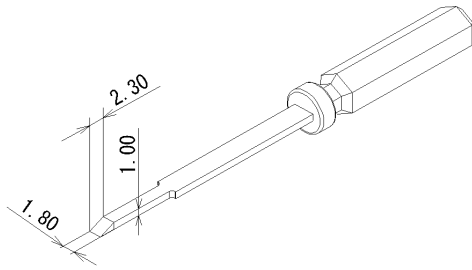

図7. フロントホルダ・カバー抜き治具 (49YA000042)
- 1) カバー抜き治具(図7参照)を図9の治具挿入箇所へ挿入します。
- 1) カバー抜き治具(図7参照)を図10に示すロック部に挿入します。
- 1) 下記に記すフロントホルダの解除位置○ マーク（詳細）を確認し、フロントホルダ抜き治具（14頁 図7参照）をA部に差し込んで下さい。
- 2) 抜き治具を矢印①方向に動かして、フロントホルダを仮係止位置に移動させて下さい。